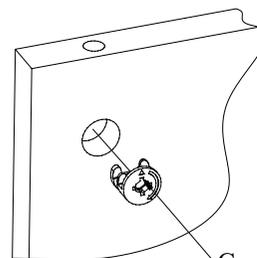

Рис.2
2. Вставьте головки минификсов в детали 7, 8, 10, 12, 13 (Рис. 2).